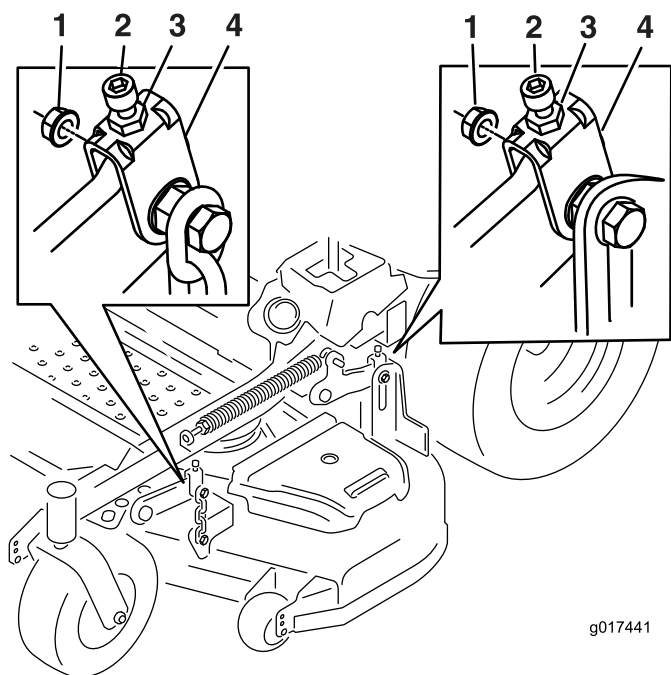

Figura 71
Mettete a punto il regolatore a vite girandolo fino a guadagnare un'altezza di 76 mm (vedere Figura 71).
16. Mettete a punto il regolatore a vite girandolo fino a guadagnare un'altezza di 83 mm (Figura 71).